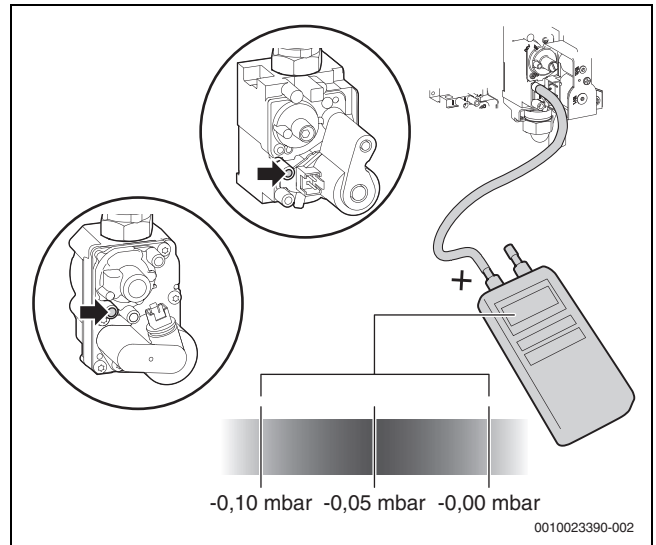

Bild 52 Differenzdruck messen
- Differenzdruck des Gasventils messen (→ Bild 52). Der optimale Differenzdruck beträgt -0,05 mbar.